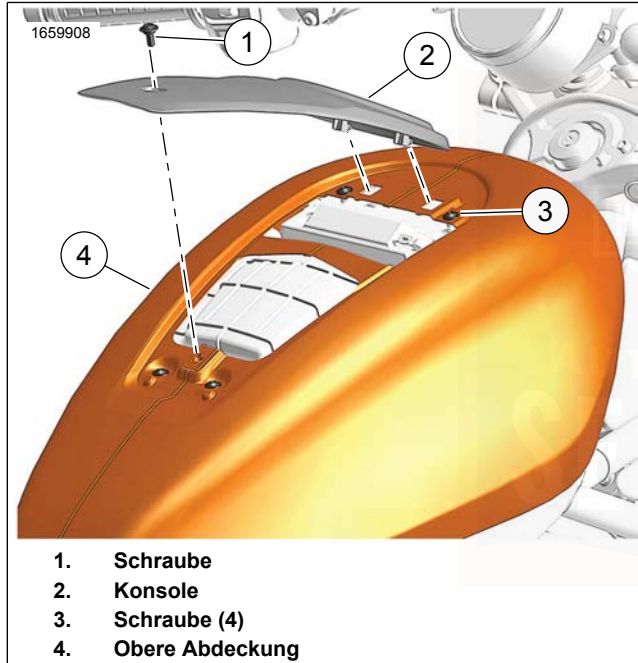
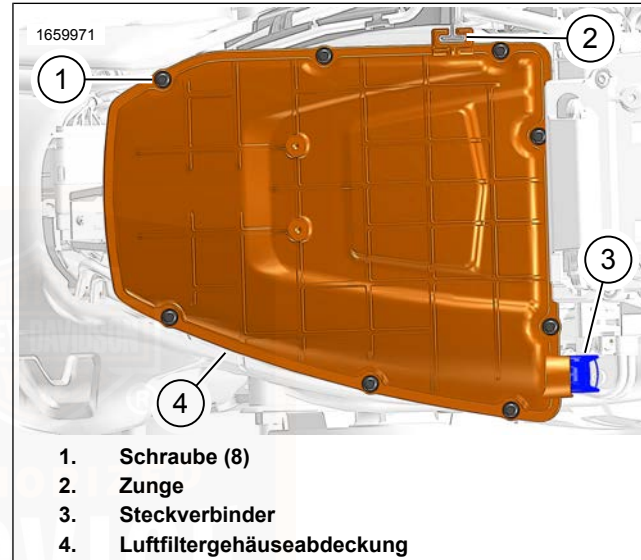
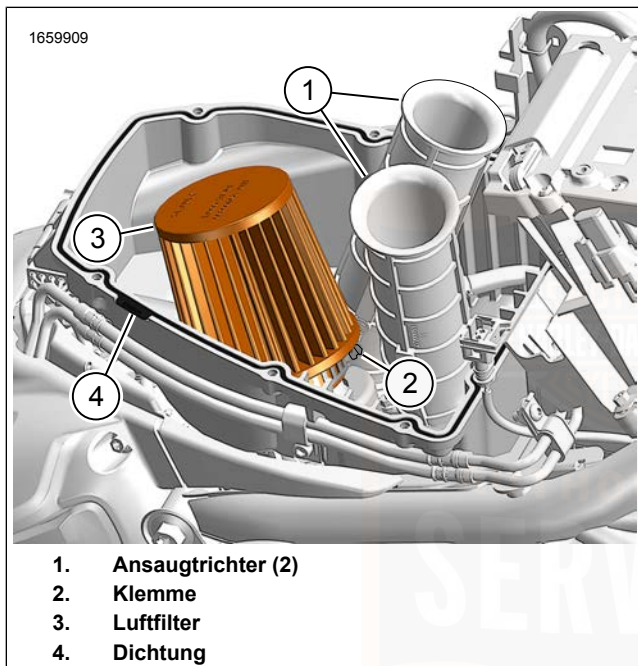

Abbildung 72. Obere Abdeckung
Abbildung 73. Luftfiltergehäuseabdeckung
Abbildung 74. Luftfilterwartung
1. Siehe Abbildung 72. Obere Abdeckung entfernen.
- a. Die Schraube (1) entfernen.
- b. Die Hinterseite der Konsole (2) anheben, um sie zu entfernen.
- c. Die Schrauben (3) entfernen.
- d. Die obere Abdeckung (4) abnehmen.
2. Siehe Abbildung 73. Die Luftfiltergehäuseabdeckung entfernen.
- a. Steckverbinder (3) abziehen.
- b. Die Schrauben (1) entfernen.
- c. Die Luftfiltergehäuseabdeckung (4) abnehmen.
3. Siehe Abbildung 74 . Den Luftfilter ausbauen.
- a. Den Ansaugtrichter (1) mit sauberen Lappen abdecken.
- b. Schelle (2) lockern.
- c. Luftfilter (3) ausbauen.
1. Siehe Abbildung 74 . Den Luftfilter einbauen.
- a. Den Luftfilter (3) anbringen.
- d. Die Lappen aus dem Ansaugtrichter (1) nehmen.
- e. Überprüfen, ob die Dichtung (4) an ihrem Platz ist. Die Dichtung austauschen, wenn sie beschädigt ist.
2. Siehe Abbildung 73. Die Luftfiltergehäuseabdeckung anbringen.
- c. Den Steckverbinder (3) anschließen.
3. Siehe Abbildung 72. Den oberen Deckel einbauen.
- a. Die obere Abdeckung (4) anbringen.
- b. Die Schrauben (3) anbringen. Festziehen.